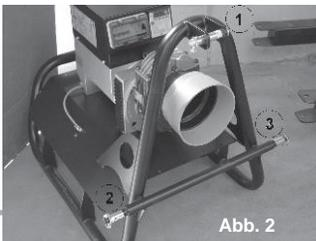

Abb. 2
- c) Sind alle 3 Halterungen aus Abb. 2 fest mit der Zugmaschine verbunden, sind die Stifte vor unbeabsichtigtem Lösen durch Spinte gesichert.